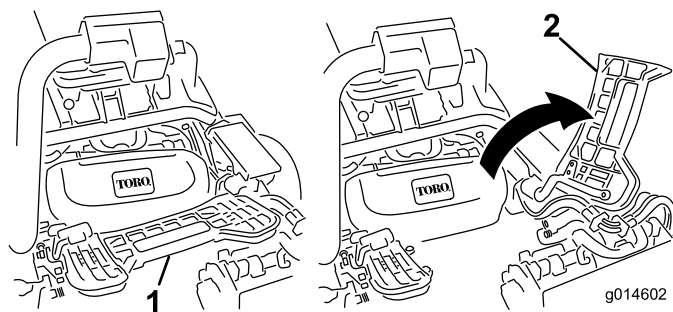

Рисунок 31
2. Поднимите и откиньте подножку, открывая доступ к центральному режущему блоку (Рисунок 31).